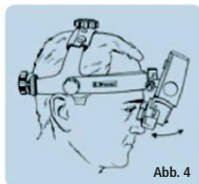

Abb. 4
Bringen Sie den Binokularblock (O) so nah wie möglich an die Augen oder Brille heran, um das maximale Sichtfeld zu erhalten. Lockern Sie leicht den Ophthalmoskopwinkel-Einstellknopf (E), um eine Anpassung zu ermöglichen, und ziehen Sie ihn beim Erreichen der geeigneten Position wieder an, wie in (Abb. 4) gezeigt.